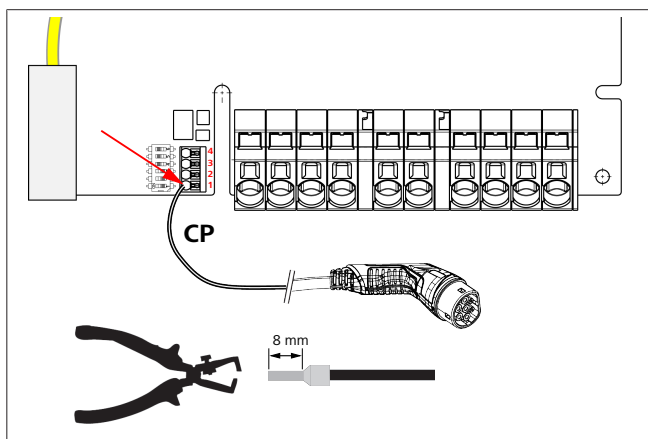

Abb. 7
- Schließen Sie unter Zuhilfenahme des Schlitzschraubendrehers (3,5 mm) die einzelnen Leitungsenden entsprechend der Vorgabe in Abb. 7 auf dem rechten Klemmblock mit der Beschriftung „OUT“ an.